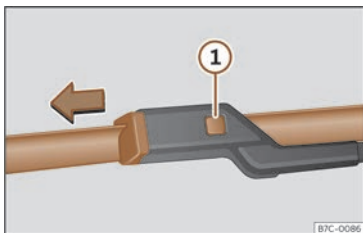

Fig. 204 Canvi de les escombretes de l'eixugaparabrises.
- Mantingueu premuda la tecla de desbloqueig >>> **fig. 204** ① mentre estireu lleugerament l'escobreta en el sentit de la fletxa.